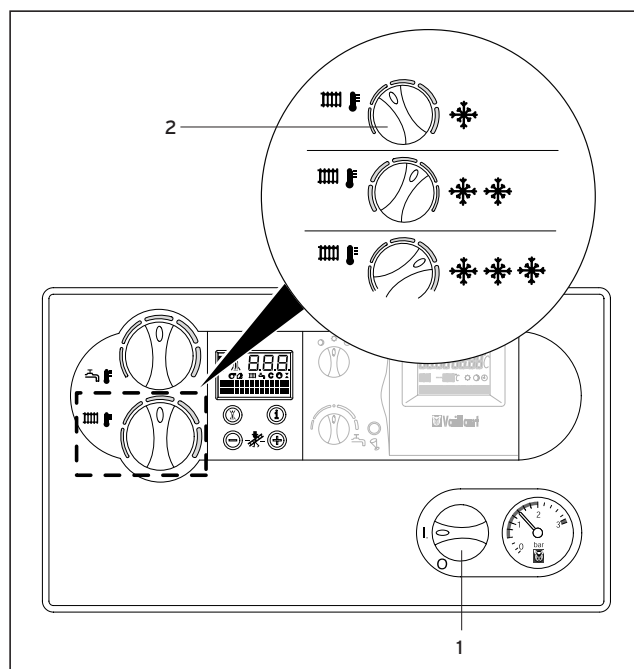

Abb. 3.13 Vorlauftemperatur einstellen
3.5.1 Vorlauftemperatur einstellen (Abb. 3.13)